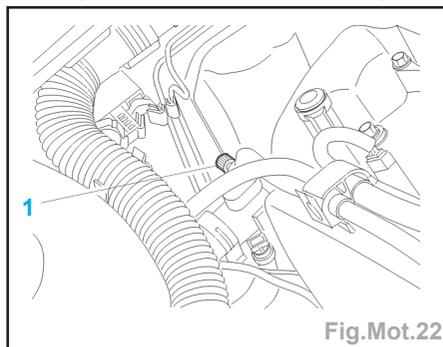

Fig.Mot.22
- Raccorder le tuyau avec embout pour valve Schrader sur la valve de purge (1) du circuit d'alimentation carburant (Fig.Mot.22).